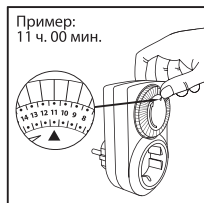

Рисунок 1. Установите текущее время
5.2. Установите текущее время, для этого поверните диск таймера по часовой стрелке до совмещения символа Δ во внутреннем круге с текущим значением времени (Рисунок 1 – установка времени 11:00). Следует учесть, что